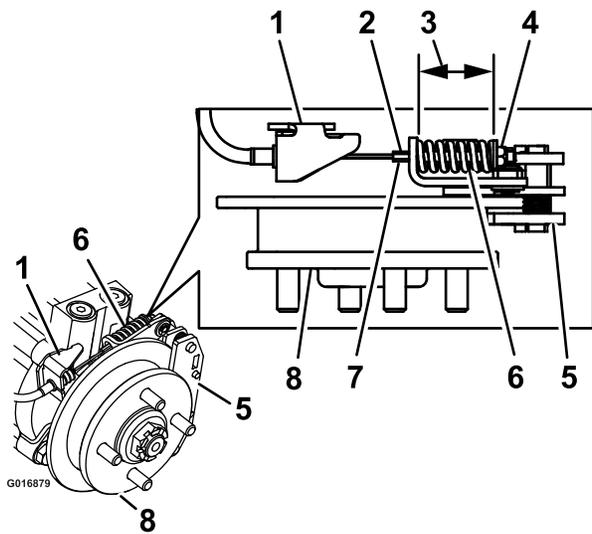

Figure 76
9. Tenez l'extrémité de la tige filetée avec un outil et ajustez le contre-écrou jusqu'à ce que la longueur du ressort se situe entre 3,8 et 4 cm (Figure 76). Le câble ne doit pas tourner quand les écrous sont desserrés.